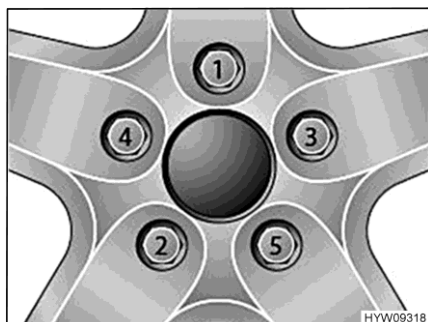

Fig. 122 Serrer en croix les écrous ou les boulons de roue
- Serrer les écrous ou les boulons de roue dans l'ordre indiqué à la Fig. 122. Utiliser pour ce faire une clé dynamométrique et respecter le couple de serrage prescrit (voir paragraphe 14.5).
- Vérifier régulièrement le serrage des écrous ou des boulons de roues. Resserrer tous les écrous ou les boulons de roue 50 km après le changement d'une roue. Respecter l'ordre indiqué à la Fig. 122.
- Si des jantes neuves ou repeintes sont utilisées, alors resserrer les écrous ou les boulons de roue une fois de plus après env. 1 000 à 5000 km. Respecter l'ordre indiqué à la Fig. 122.